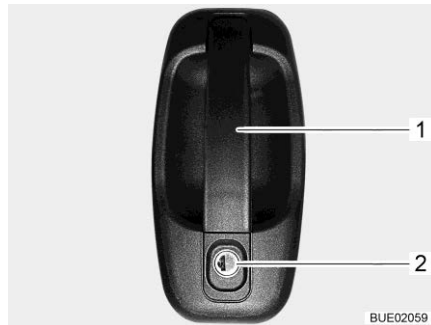

Bild 66 Dörrlås (förardörr på utsidan)
- Stick in nyckeln i låscylindern (Bild 66,2) och vrid den ända tills dörrlåset har låsts upp.
- Drag i dörrhandtaget (Bild 66,1). Dörren är öppen.
- Stick in nyckeln i låscylindern (Bild 66,2) och vrid den ända tills dörrlåset har låsts.